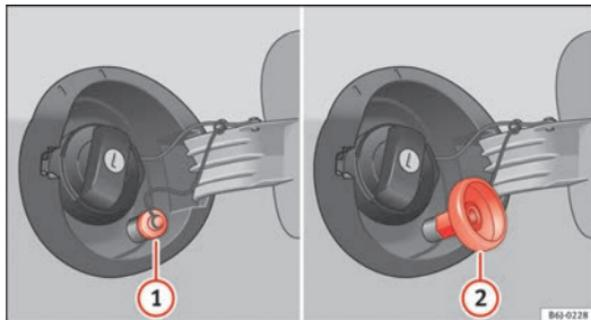

Fig. 118 Tapa del depósito abierta con boca de carga de GLP y adaptador.
- Desenrosque el tapón de la boca de carga de gas ⇒ fig. 118 ①.
- Enrosque el adaptador necesario ⇒ fig. 118 ② en la boca de carga de gas ①.
- Desenrosque el adaptador ⇒ fig. 118 ②.
- Enrosque el tapón en la boca de carga de gas ⇒ fig. 118 ①.